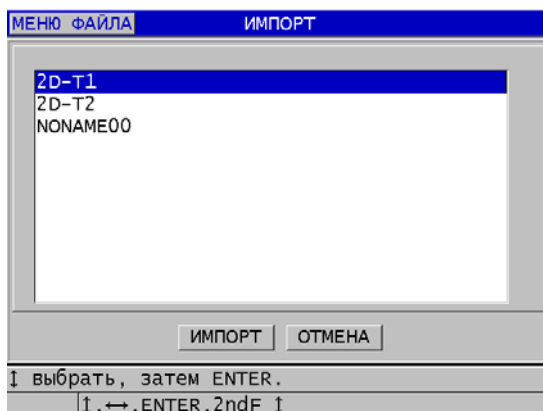

Рис. 14-6 Окно ИМПОРТ
6. В окне **ИМПОРТ** (см. Рис. 14-6 на стр. 267):